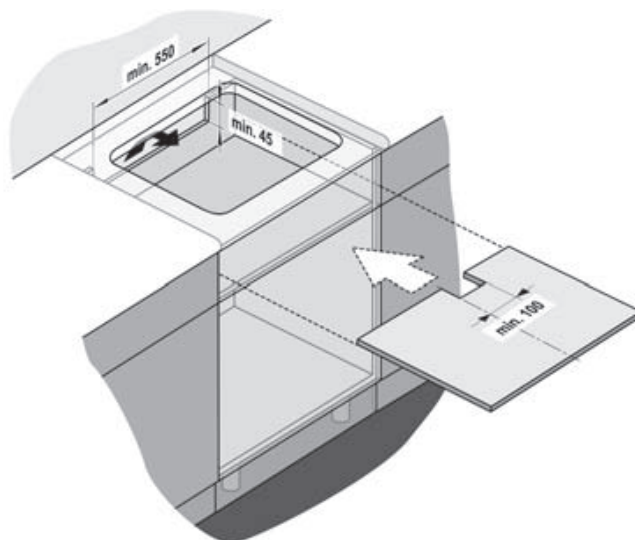

図 4
- カウンタートップより 65mm (min.) の位置に仕切り板を設けて下さい。(カウンターの厚さ max.40mm)(図 4)